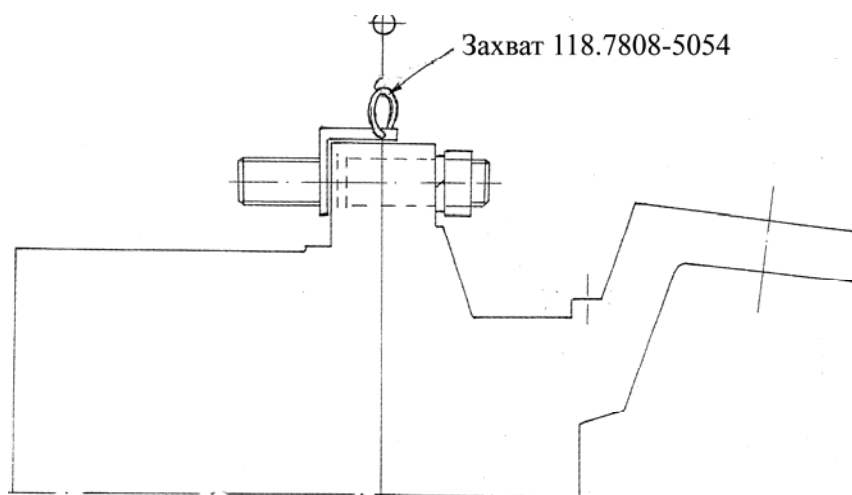

Рис.5.7 Схема строповки и индекс захвата колесного редуктора.
3) переместите, с помощью подъемного устройства, колесный редуктор в сторону от балки ПВМ, схема строповки и индекс захвата, (рисунок 5.7);